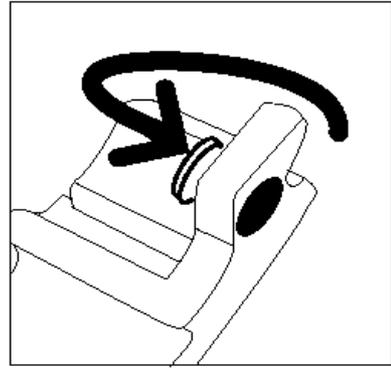

Figure 24 : Élimination du flacon de récupération usagé
- 7** Placez le flacon de récupération de développeur plein dans un sac en plastique (figure 24) et jetez-le conformément à la législation en vigueur dans votre pays.